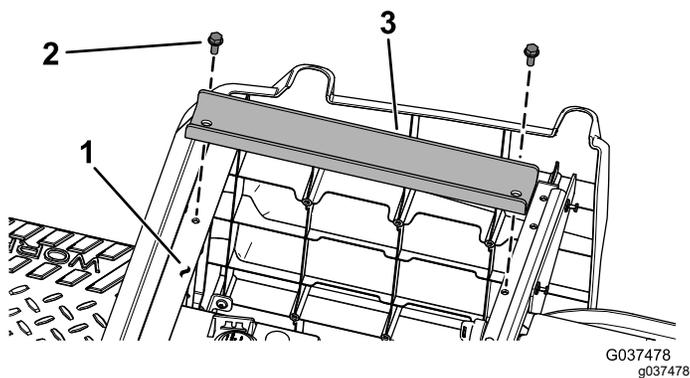

Figura 7
3. Instale os dois suportes de apoio da plataforma aos suportes do banco utilizando quatro parafusos autorroscantes (5/16" x 3/4"), como se mostra na Figura 7.